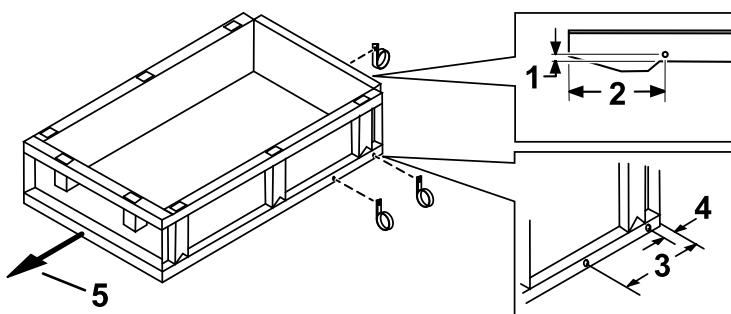

Рисунок 3
1. Определите и отметьте расположение отверстий в кузове (Рисунок 3).
2. Используя сверло диаметром 13/32 дюйма, просверлите отверстия в отмеченных местах (Рисунок 3).